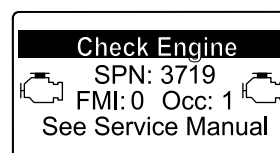

Figura 49
- Si es necesario realizar una regeneración de recuperación, el InfoCenter muestra la advertencia del motor SPN 3719, FMI 16 (Figura 49) y el ordenador del motor reduce la potencia del motor al 85 %.